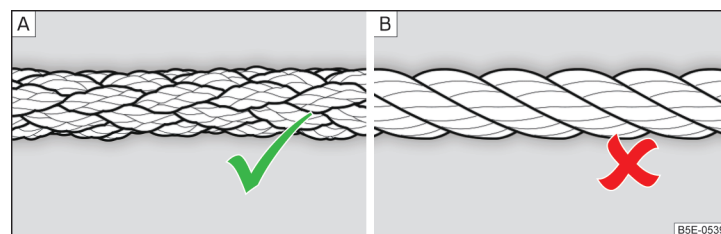

Fig. 268 Fune di traino intrecciata / a spirale
Per il traino con una fune di traino utilizzare solo una fune in fibra sintetica intrecciata » fig. 268 - **A** » .
- Per il traino non utilizzare funi di traino a spirale » **fig. 268** - [B], l'occhione di traino del veicolo potrebbe svitarsi - pericolo d'incidente.